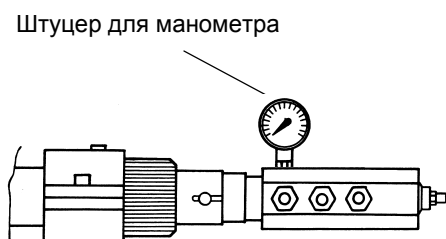

Рис. 19
- 9 Давление питания форсунки уже отрегулировано заранее на заводе-изготовителе и не должно изменяться. Только в случае необходимости, отрегулировать давление питания (см. соответствующий параграф) следующим образом: установить манометр в положение, указанное на Рис. 19, воздействовать на регулировочный винт **VR** насоса (см. Рис. 18) до получения на форсунке давления в 25 бар (см. график на Рис. 16);